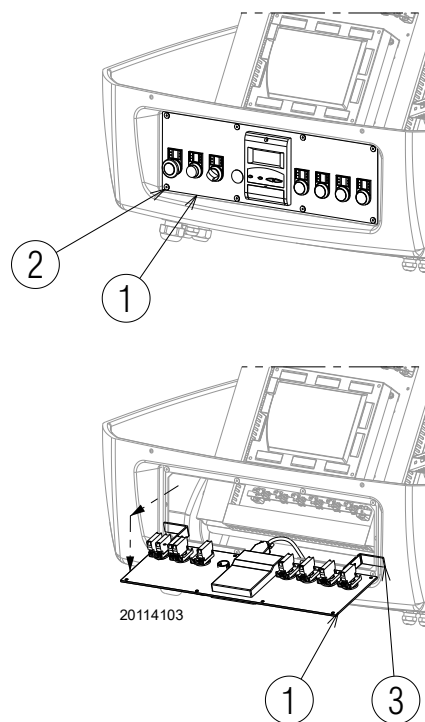

Fig. 43
- extraire le panneau de commande 1) et le tourner 90°, en l'accrochant avec les brides 3) correspondantes dans le profil du tableau électrique comme indiqué dans la Fig. 43;